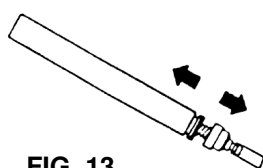

FIG. 13
4. Démontez le réservoir de soudure (fig. 13 & 14).